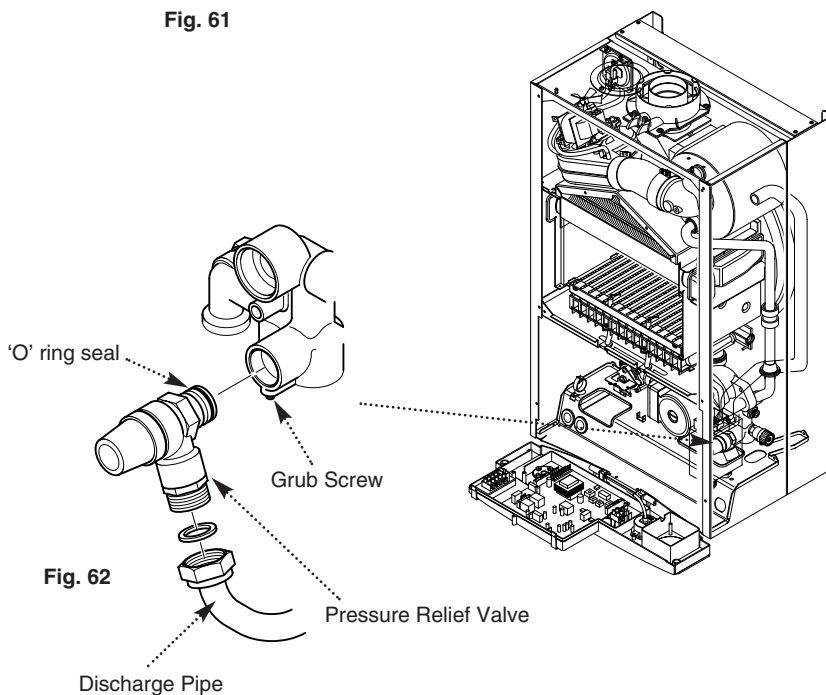

Fig. 62
12.22 Pressure Relief Valve (Fig. 62)